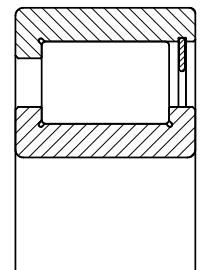

Abb. 2.9
**Vollrollige Zylinderrollenlager** (Abb. 2.9) weisen die größtmögliche radiale Tragfähigkeit auf. Sie haben keinen Käfig, um möglichst viele Rollen im vorhandenen Querschnitt unterzubringen. Im Betrieb berühren sich daher die Rollen im entgegengesetzten Drehsinn, wodurch vollrollige Zylinderrollenlager eine wesentlich höhere Reibung und dadurch eine niedrigere Drehzahl aufweisen als Zylinderrollenlager mit Käfig.